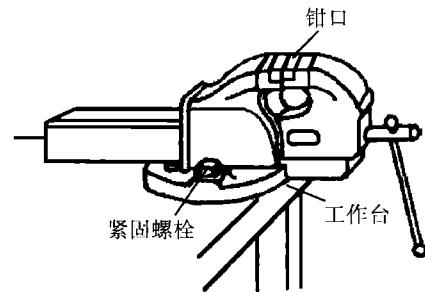
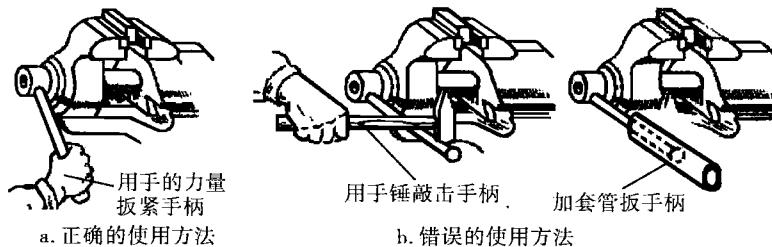

图 1-9 台虎钳的安装位置
图 1-10 台虎钳手柄使用要求
(1) 台虎钳安装在工作台上时，必须使固定钳身的钳口工作面处于工作台边缘之外，以保证夹持长形工件时，工件的下端不受工作台边缘的阻碍，如图 1-9 所示。
(2) 台虎钳必须牢固地固定在工作台上，两个夹紧螺钉必须扳紧，使工作时钳身没有松动现象。否则容易损坏台虎钳或影响工作质量。
(3) 夹紧工件时只允许依靠手的力量来扳动手柄，绝不能用手锤敲击手柄或随意套上长管子来扳动手柄，以免丝杠、螺母或钳身损坏，如图 1-10 所示。